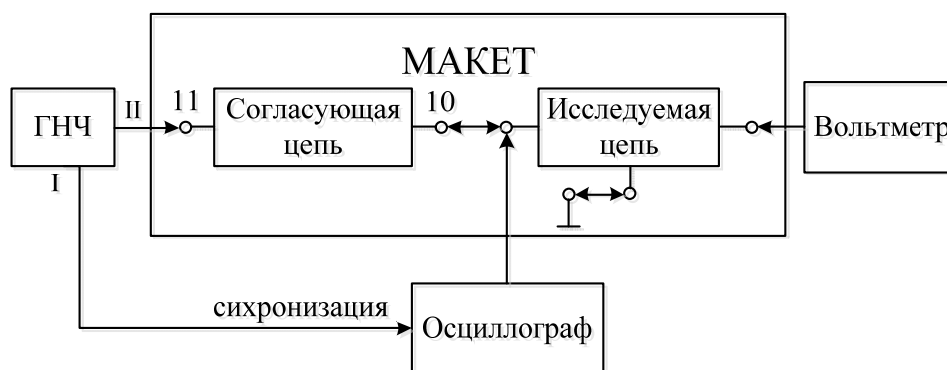

Рис. 1. Схема подключения измерительных приборов и стенда.
1.1. Соберите схему подключения измерительных приборов и стенда для измерения АЧХ линейной цепи, показанную на рис. 1. Сигнал на вход макета подаётся с генератора низкой частоты (ГНЧ), выход II. Рекомендуется при этом использовать синхронизацию ГНЧ (выход I) и осциллографа.